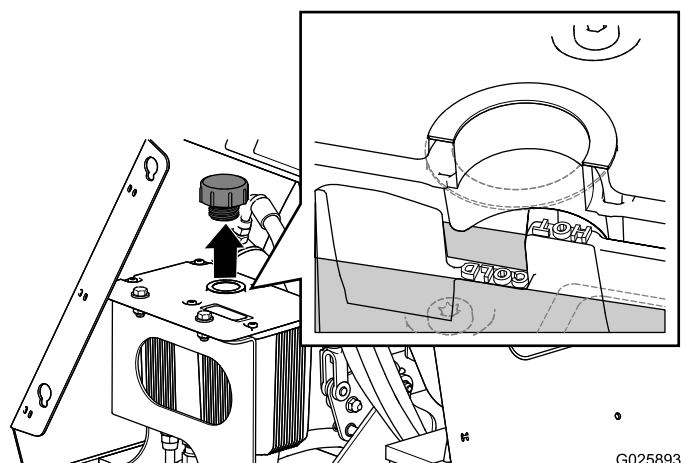

Figure 7
6. Enlevez le bouchon et contrôlez le niveau d'huile hydraulique dans le réservoir (Figure 7).
7. Au besoin, faites l'appoint d'huile hydraulique spécifiée jusqu'à ce que l'huile couvre le repère **COLD** sur la chicane (Figure 7).
8. Remettez le bouchon du réservoir hydraulique et serrez-le bien à la main (Figure 7).